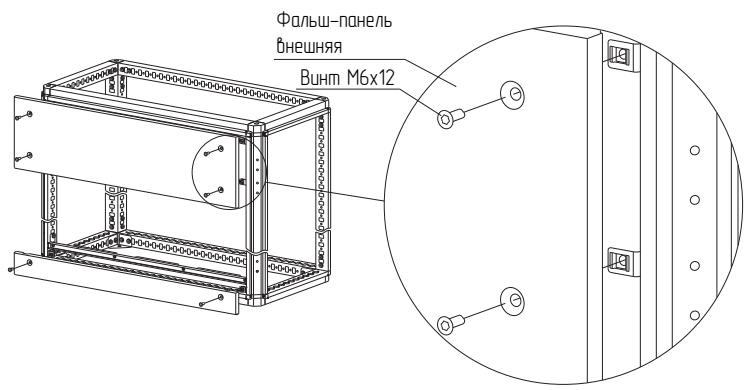

Рисунок 53
4.28.4 Закрепить фальш-панель внешней компенсирующую винтами М6×12 (рисунок 53).